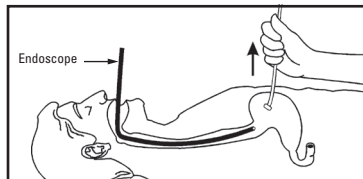

Figure 12
- Tirer la sonde de GEP jusqu'à ce que l'embase interne vienne s'adapter parfaitement à la muqueuse gastrique. Confirmer la mise en place à l'aide de l'endoscope. Éviter toute tension excessive (figure 12).